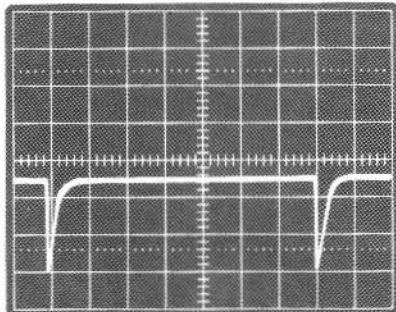

Abb. 4
Schalter ④③ Stellung B. Es ergibt sich ein Oszillogramm nach Abb. 4